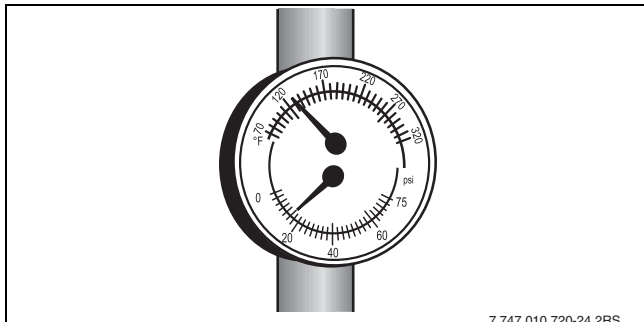

Fig. 6 Thermomètre / Manomètre
- ▶ Ouvrir le robinet avec précaution et remplir lentement l'installation de chauffage. Tenir compte de l'indicateur de pression sur le thermomètre / manomètre (→ fig. 6).